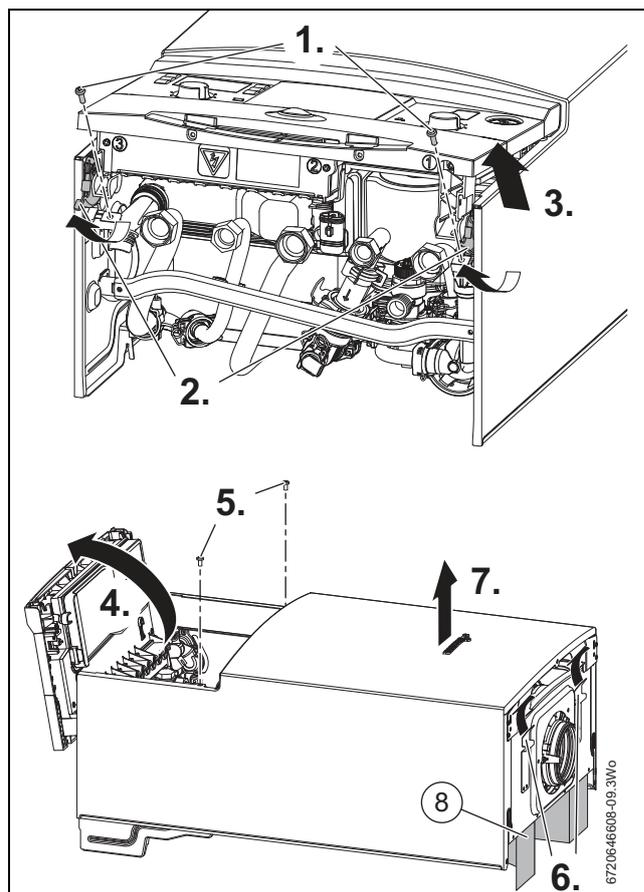

Fig. 24 Soltar el cuadro de maniobra
5. Véase la fig. 24 y soltar los dos tornillos que fijan la parte inferior de la carcasa.